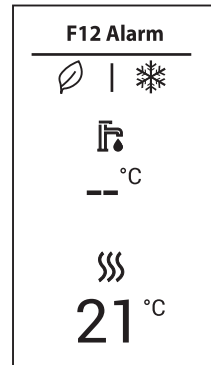

fig. 6
**Anomalia tipo messaggio (fig. 6)**